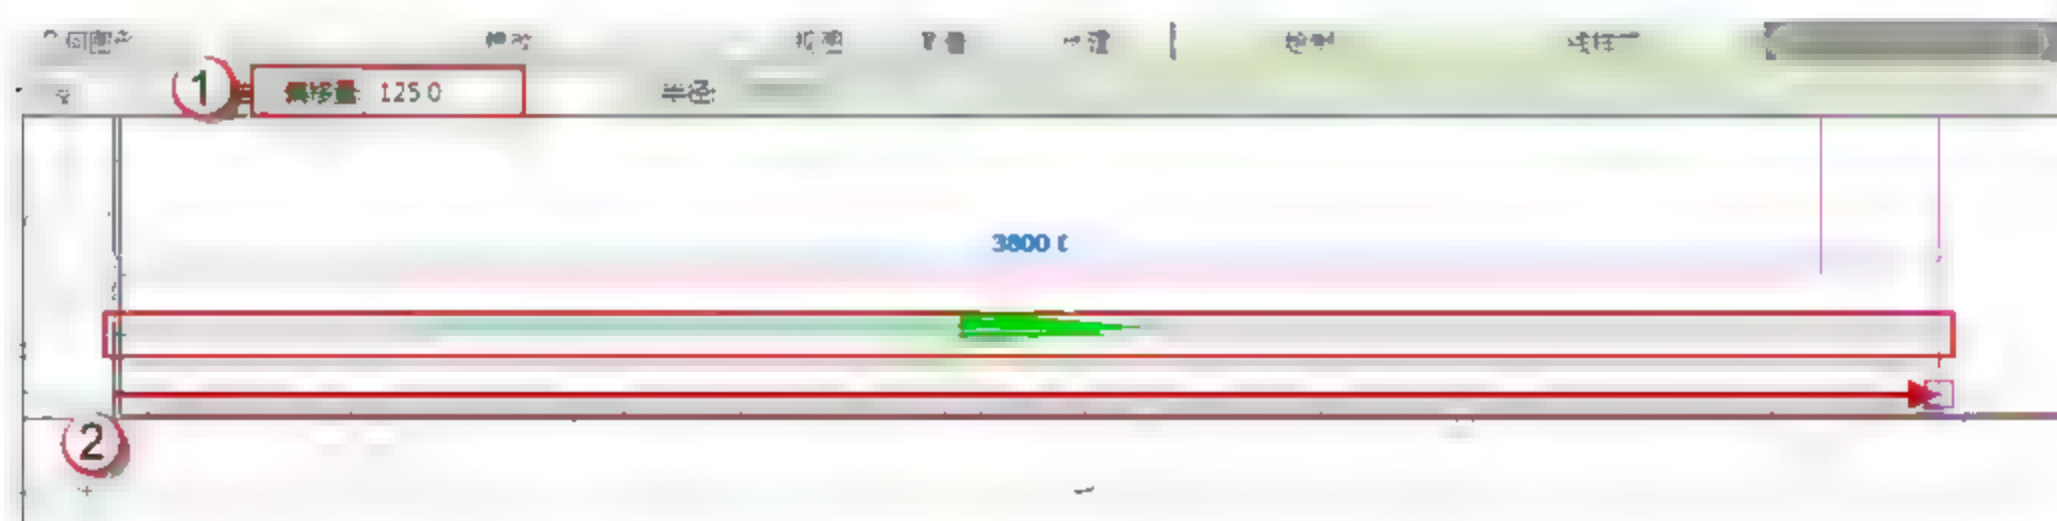

图 9.2.54 绘制“250mm 地沟”模型线
(13) 绘制“250mm 地沟”模型线。选择“建筑”→“模型线”命令，(或者直接按快捷键 L+I)，在“偏移量”后输入“125”字样，然后在绘图界面，沿着地沟的轮廓绘制地沟的模型线，如图 9.2.54 所示。